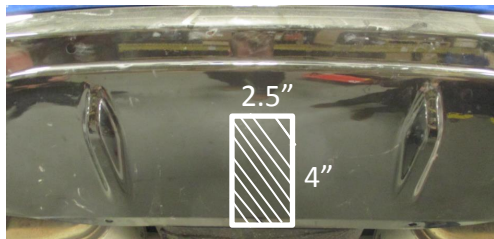

Figura 4
8. Recortar la fascia de acuerdo con la Figura 4 y reemplazar la fascia invirtiendo el paso 1, incluidos los protectores de calor, el escape y las luces traseras.